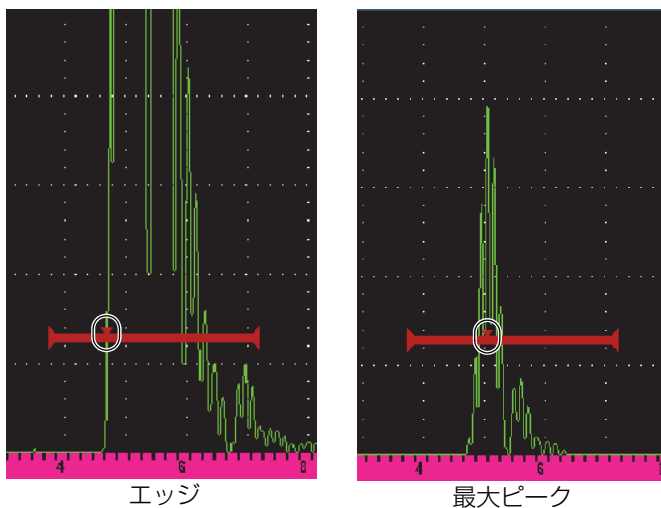

図 3-10 エッジモードおよび最大ピークモードでトリガー
- **エッジ** : ゲートをクロスする信号の最初のクロスポイントの位置に基づく測定値 (72 ページの図 3-10 参照)。
- **最大ピーク** : ゲート設定された範囲内にある一番大きいピーク位置に基づく測定値 (ゲートをクロスする必要はありません) を取得します。72 ページの図 3-10 を参照。